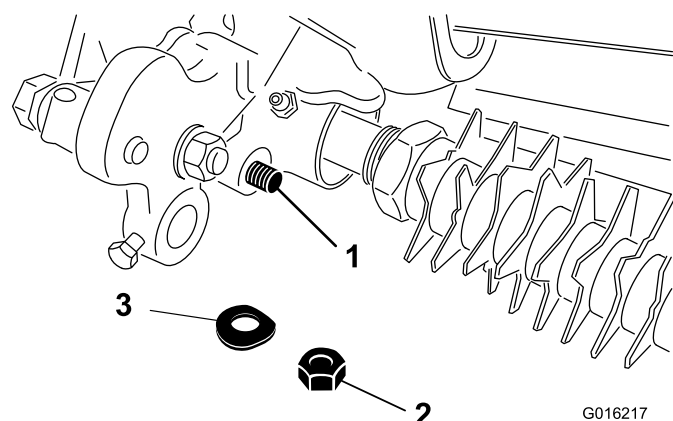

Figura 11
23. Prenda a extremidade da haste do conjunto do braço de ajuste no conjunto da transmissão do rastelo com uma anilha Belleville e porca de bloqueio (Figura 11).
28. Prenda a extremidade da haste do conjunto do braço de ajuste no conjunto da transmissão do rastelo com uma anilha Belleville e porca de bloqueio (Figura 11).